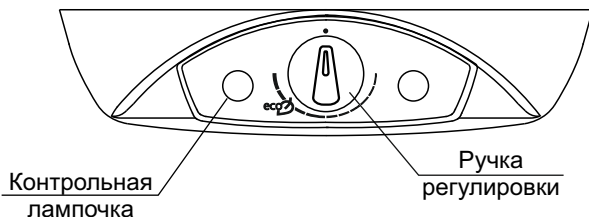

Рисунок 2 - Панель управления ЭВН моделей **W50V1, W80V1, W100V1, W120V1, W50V10, W80V10, W100V10, W120V10**
- в ЭВН моделей **W50V1, W80V1, W100V1, W120V1, W50V10, W80V10, W100V10, W120V10** регулировка осуществляется с помощью ручки регулировки. Поворотом ручки по часовой стрелке увеличивают температуру нагрева воды, поворотом ручки против часовой стрелки - уменьшают. Для ориентации на шкале обозначено положение ручки регулировки «**есо**», соответствующее нагреву воды примерно до 60°C (см. рисунок 2).